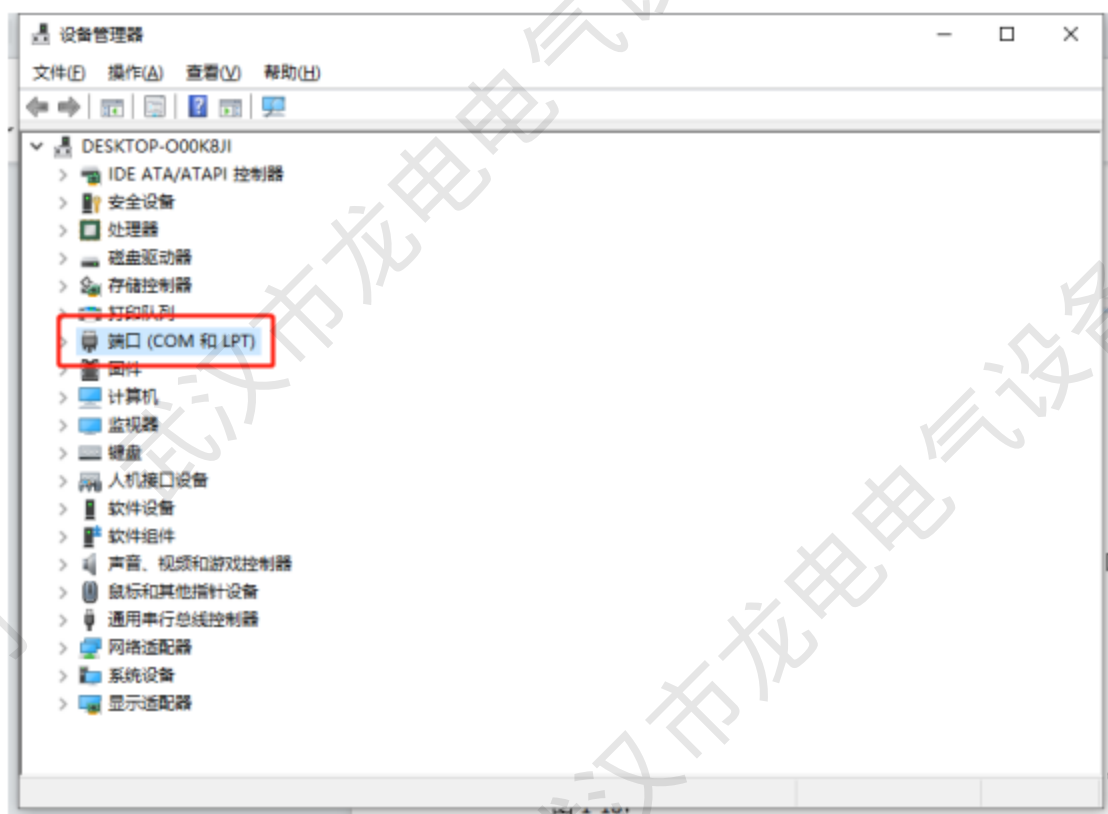

图 1-9
2、点击 COM 端口（串口），如电脑有多个串口接口，需在分析软件里面选择对应的串口编号。如图 1.9